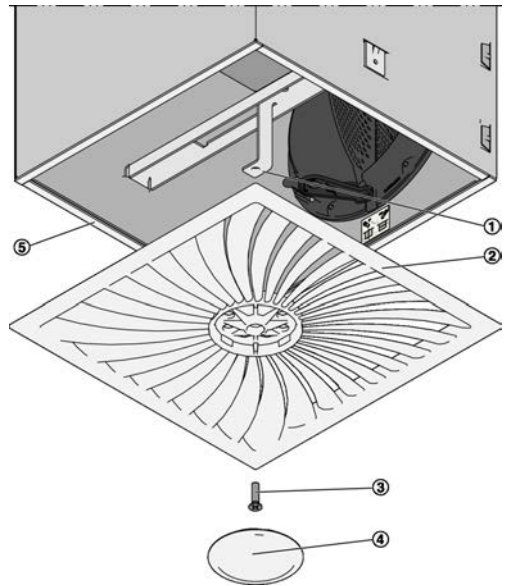

Abb. 17: Frontdurchlass anbringen
1. ► Die Dichtung (Abb. 17/5) auf die Umkantung des Anschlusskastens kleben.
2. ► Frontdurchlass (Abb. 17/2) mit Mittelschraubenbefestigung (Abb. 17/3) an der Traverse (Abb. 17/1) befestigen und die Zierkappe (Abb. 17/4) aufstecken.